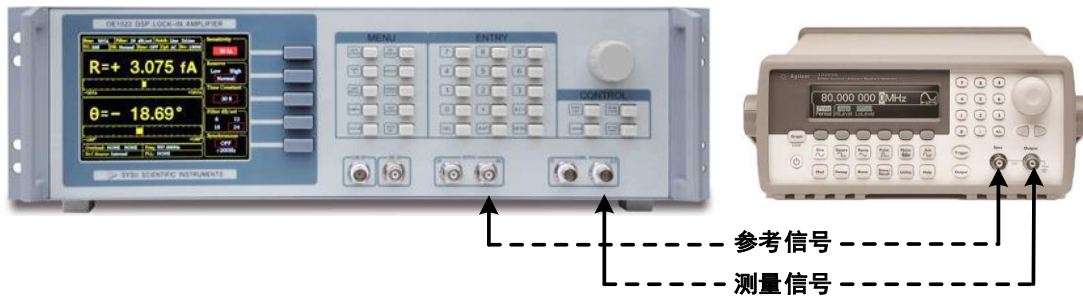

图94. 信号线连接图
- 用一条带 BNC 接头的信号线连接函数信号发生器的输出接口和 OE2041 前面板 SIGNAL IN 的 A 接口，用另一条带 BNC 接头的信号线连接函数信号发生器的参考信号接口和 OE2041 前面板的 REF IN 接口，如图 94 所示：